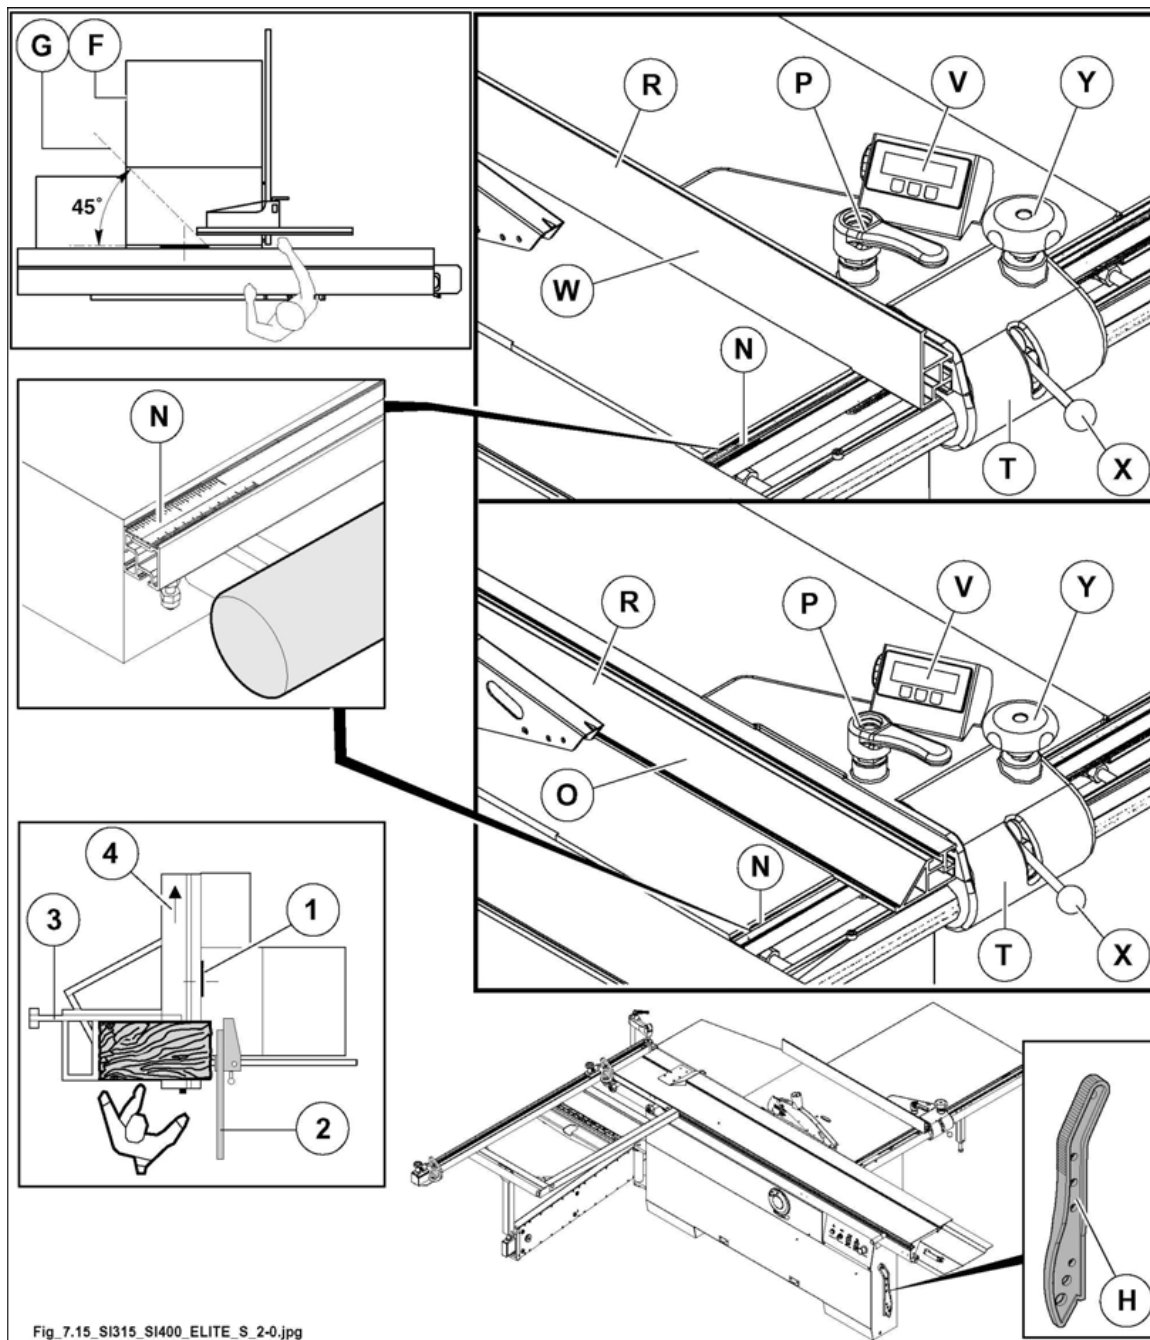

Abb. 7.15
- 2) An der Anzeige (V Abb. 7.15) Tasten  und  gleichzeitig drücken (Voreinstellungsmass erscheint), sich vergewissern, dass Symbol  angezeigt ist.
- 6) Zur Nulleinstellung der Millimeterschiene (N Abb. 7.15) siehe Abs. 7.14.1.
Zur Verstellung des Anschlaglineales (R Abb. 7.15) in Längsrichtung hebel (P Abb. 7.15) lösen; nach Verstellung hebel festklemmen.
Das vordere Ende der Zeile darf nie am Ende des Tisches auf der Seite (F Abb. 7.15) herausragen, aber muss eine imaginäre Linie (G Abb. 7.15) erreichen, die am ersten Zahn an der Klinge beginnt und um 45° nach vorne geschoben wird. Dies soll verhindern, dass die Sägezähne beim Heben das Werkstück ergreifen und es gegen den Bediener schleudern.
Lineal (R Abb.7.15) kann 2 verschiedene Positionen einnehmen nach Lösen des Hebels (P Abb.7.15):
- 1) Vertikalstellung mit der dem Holzstück zugewandeten Seite (W Abb. 7.15) (an der Anzeige Taste  drücken bis Symbol  erscheint).
- 2) Horizontalstellung (Abb. 7.15) für Schnitte von dünnen Teilen und für Schrägschnitte (an der Anzeige Taste  drücken bis Symbol  erscheint).
- hebel (X Abb. 7.15) lockern;
- das Führungsaggregat (T Abb. 7.15) mit der Hand verschieben, wobei man sich auf das Meterlineal (N Abb. 7.15) oder auf den Anzeiger (V Abb. 7.15) bezieht.
- durch Drücken und Drehen des Knaufes (Y Abb. 7.15) vornehmen.
- Den Hebel (X Abb. 7.15) nach erfolgter Einstellung wieder festspannen.
Gebrauch der Längsführung (2 Abb. 7.15), um einen Gegenschlag während des Querschnitts zu vermeiden.
Während des Schnitts durch die Querführung (3 Abb. 7.15) muss das vordere Ende der Längsführung(2 Abb. 7.15) vor dem vorderen Ende der Klinge (1 Abb. 7.15) positioniert sein, bzw. es darf nicht mit dem Werkstück in Berührung kommen.